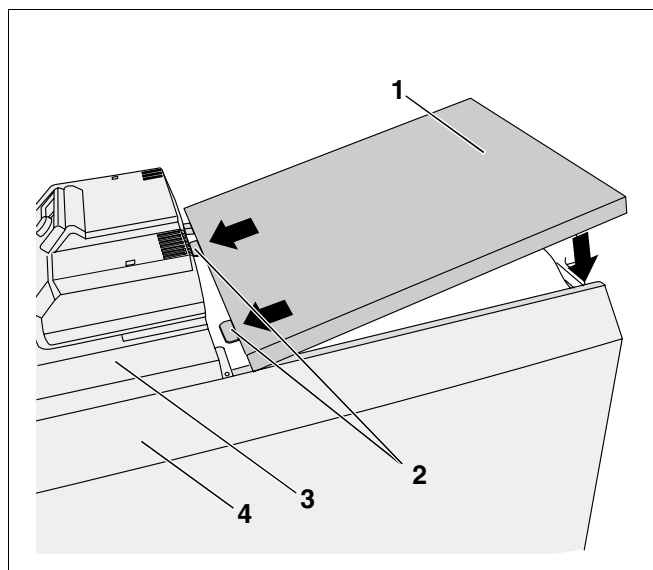

Fig. 61 Montarea capacului posterior al cazanului
- Capacul posterior al cazanului (Fig. 61, **Poz. 1**) cu eclise (Fig. 61, **Poz. 2**) se împinge sub capacul frontal al cazanului (Fig. 61, **Poz. 3**).
- Se poziționează capacul posterior al cazanului (Fig. 61, **Poz. 1**) pe pereții laterali (Fig. 61, **Poz. 4**).